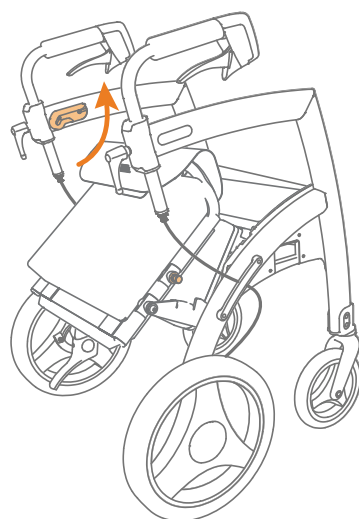
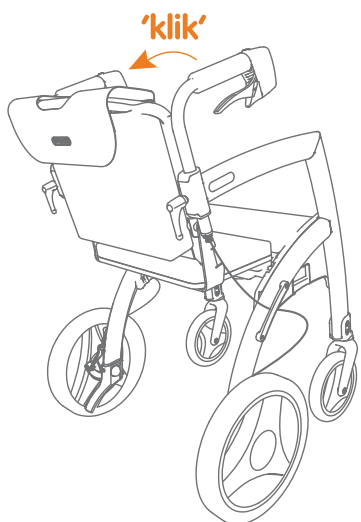

Figure 34: Tirez le dossier plus haut.
Figure 35: Cliquer le dossier dans les rails.
- Après quoi vous tirez le dossier vers le haut et vers l'arrière **(Figure 34)** afin que les boulons de fixation viennent se glisser dans les rails conducteurs du cadre **(Figure 35)**. Les boulons de fixation supérieurs ne glissent pas doucement dans les conducteurs du cadre ? Ensuite, poussez à nouveau le dossier vers le milieu du cadre et essayez à nouveau.